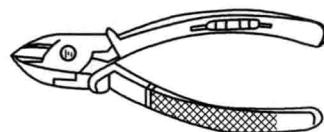

图 1-5 斜口钳
(3) 斜口钳。如图 1-5 所示，斜口钳专用于剪断各种电线电缆，其绝缘手柄耐压值为 500V。